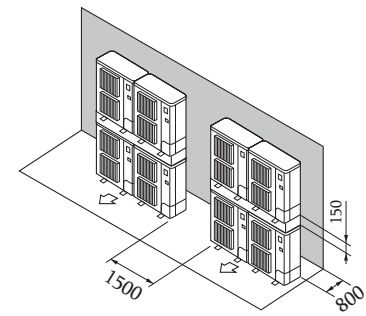

Fig. 2-15
- ⑦ Բլոկների դասավորությունը ուղղահայաց շարքերով (Fig. 2-15)